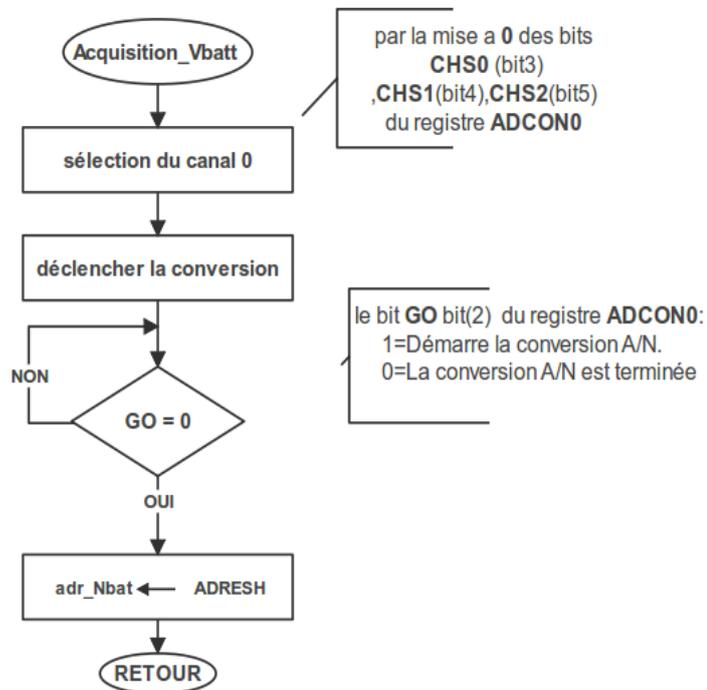

Figure 7 : Organigramme Acquisition_Vbatt
Q.20- Compléter le sous-programme **Acquisition_Vbatt** correspondant à l'organigramme de la **Figure 7** du document **DRES 01**. **3 pts**
Q.28- Compléter en MikroC les lignes de configuration de la fonction **Acquisition_Vbatt** relative à l'organigramme **Figure 7** du document **DRES 01**.